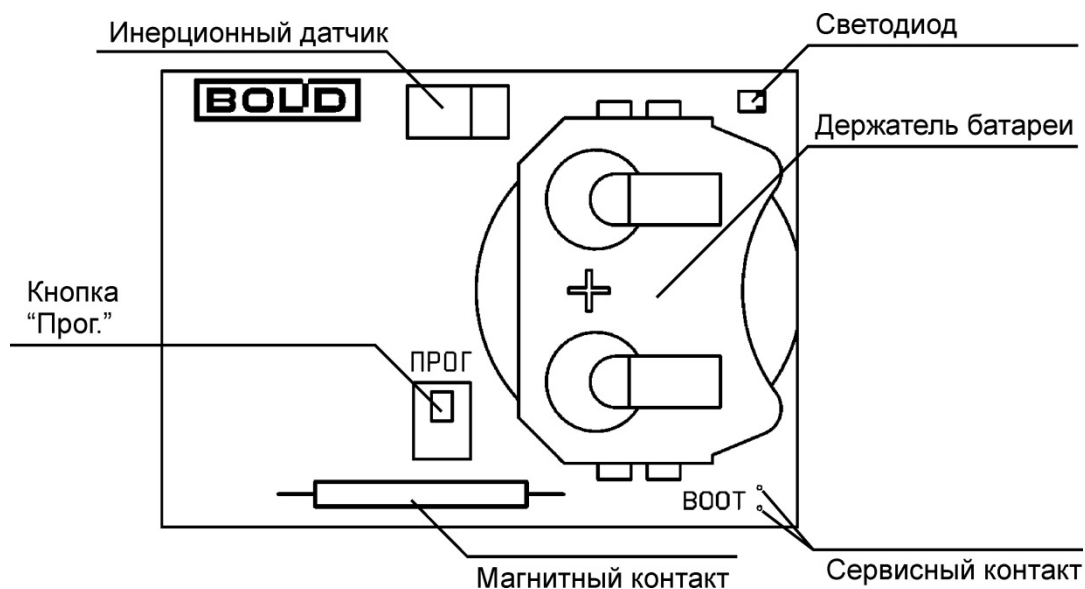

Рисунок 2.2 Расположение элементов на плате
На плате прибора располагаются элементы питания и органы управления прибором (см. Рисунок 2.2):
- Осуществить комбинацию нажатий кнопки «Прог.» на плате подключаемого прибора (см. Рисунок 2.2):
Тест качества связи запускается посредством короткого нажатия на кнопку «Прог.» на плате прибора (см. Рисунок 2.2). Запуск процедуры может занимать до 2 секунд, при этом прибор осуществляет анализ радиоэфира и регистрацию на оптимальном ПКП или ретрансляторе.